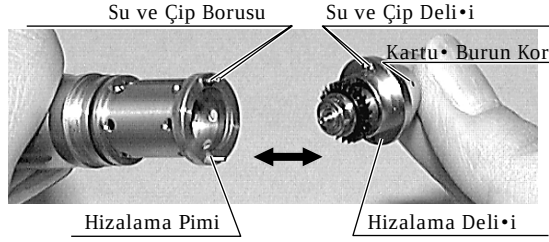

Fig.15
- (3) Yeni kartı takarken su/çip havası borularının ve kartı su/çip deliklerini karşılaştırıp, hizalama pimi ve hizalama deliği ile hizalandıktan sonra düz olarak itekleyiniz (Fig.15)